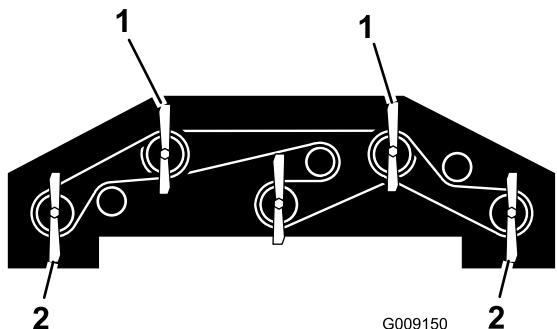

図 94
1. 前デッキのブレード2枚とウイングレットのブレードを前後方向に向け（図 94）。